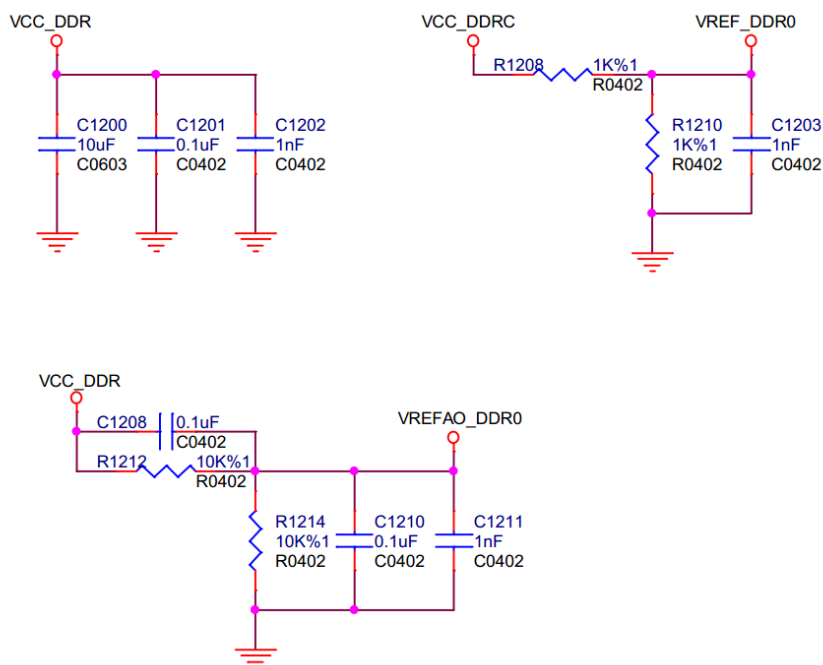

图8-5
- 参考电源分压电阻请确保使用精度 1% 的电阻。VREF_DDR 电源在休眠时可关闭, 两个分压电阻为 1K; VREFA0_DDR 电源在休眠时不可关闭, 故采用 10K 的分压电阻以降低功耗, 为保证电源的跟随特性, 电阻需要分别并联 0.1uF 电容, 如图 8-5 所示;